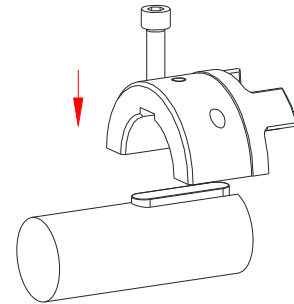

Fig. 15 : Montage de la demi-coquille
- Placer sur l'arbre la demi-coquille supérieure du premier moyeu SPLIT avec vis montées (voir fig. 15).